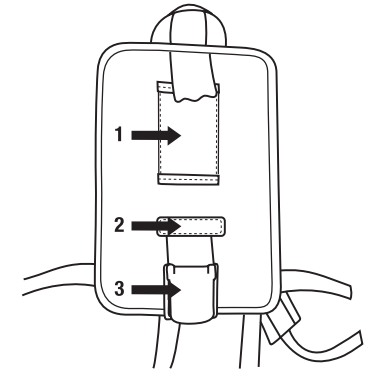

Fig. 10b
1. Con cualquier extremo del motor/ventilador hacia la parte superior de la mochila (extremo con el asa), entrelace la banda para mochila a través de la ranura de sujeción superior en el motor/ventilador y la manga de sujeción grande (Fig. 10b-1) en la mochila.
2. Entrelace la banda a través de la ranura de sujeción inferior en el motor/ventilador y la manga de sujeción pequeña (Fig. 10b-2) en la mochila.
3. Entrelace la banda a través del broche (Fig. 10b-3) y abróchelo.